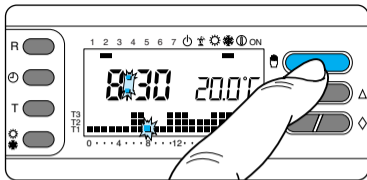

Fig. 44
**8.7** -Terminata la programmazione, per ritornare immediatamente al giorno e all'ora in corso premere il pulsante ; in ogni caso, questo avviene automaticamente dopo 10 s dall'ultima manovra (fig. 44).